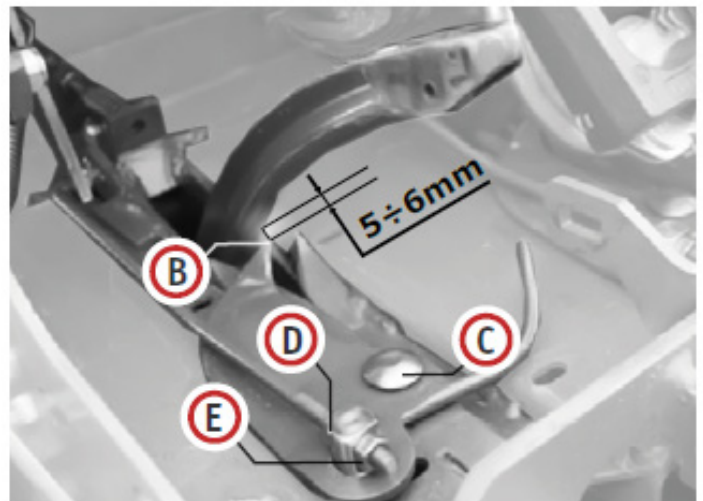

Fig.22
El equipo alimentador de alambre alcanza el mayor rendimiento cuando su extremo (B), que está situado en medio de la abertura, está a una distancia de entre 5 y 6 mm del borde interior (Fig. 22).